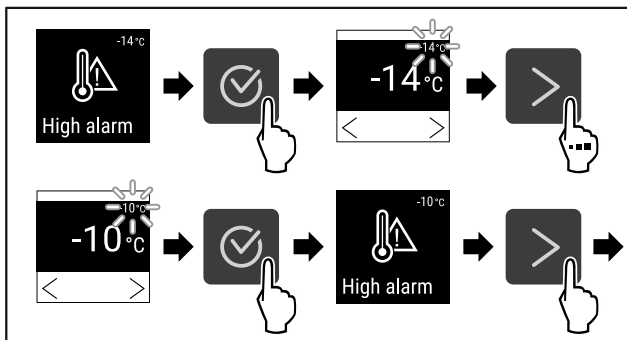

Fig. 98
- ▶ Suivre les étapes (voir Fig. 98).